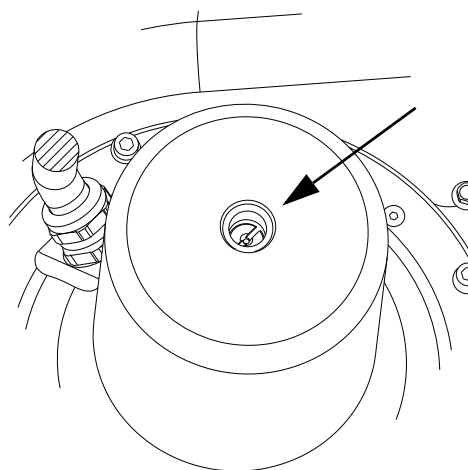

Рис. 30 Вал электродвигателя, вид сверху.
- Станет виден вал электродвигателя. См. рис. 30. Необходимо убедиться в свободном ходе ротора и рабочего колеса, повернув вал с помощью большой крестообразной отвертки.